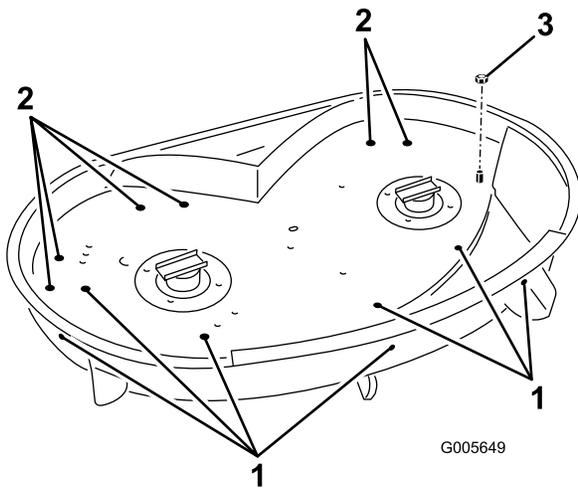

Figure 1
5. Localisez les trous illustrés à la Figure 1 et procédez comme suit :
6. Retirez le contre-écrou (3/8") qui fixe la tige de retenue de l'éjecteur au plateau de coupe (Figure 1). Mettez-le de côté.